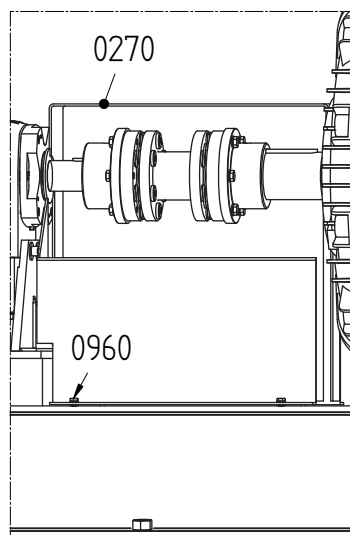

Figure 9: Installation du carter de protection.
- 1 Desserrez les boulons (0960) et déposez-les. Voir figure 9.